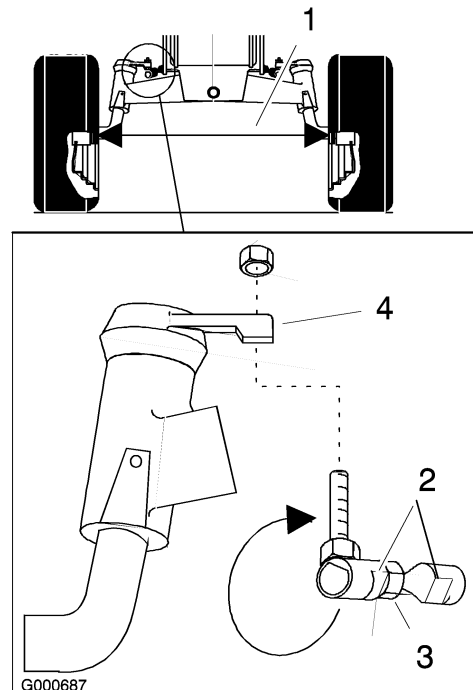

Bild 49
4. Messen Sie den Abstand zwischen den Felgen auf Schafthöhe an der Vorder- und Rückseite der Räder (Bild 49).
2. Entfernen Sie das Kugelgelenk von einem Lenkhebel (Bild 49).
Verbindungsstange zu fluchten; ziehen Sie dann die Klemmmutter fest (Bild 49).